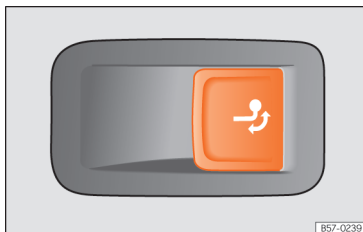

Fig. 182 Partea dreaptă a portbagajului: buton pentru deblocarea cârligului de remorcare.
- Trageți scurt butonul » » » fig. 182. Cârligul de remorcă se deblochează și se deplasează automat spre exterior. Lampa de control a butonului clipește.
- Trageți scurt butonul » » » fig. 182. Cârligul de remorcă se deblochează electric.
- Nu apăsați niciodată butonul » » » fig. 182, dacă la autovehicul este conectată o remorcă sau dacă un sistem de transport ori alte accesorii sunt montate pe cârligul de remorcă.